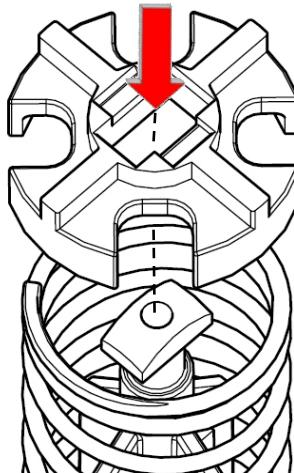

Figure 4
- À l'aide d'une pince à bec fin, placer la bague d'arrêt de la soupape de dérivation sur le dessus du ressort de soupape. Avec précaution, aligner le trou rectangulaire au centre de la bague d'arrêt et la cheville de blocage au sommet de la soupape de dérivation (Figure 4).